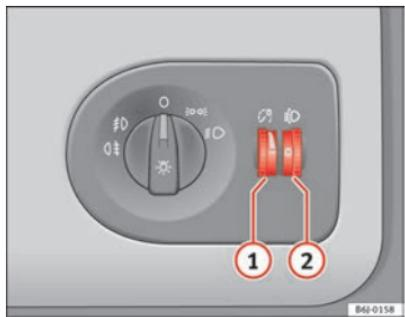

Fig. 54 Tablero de instrumentos: reguladores de la iluminación de instrumentos y mandos y del alcance de los faros
Con las luces encendidas se puede regular la intensidad de la luz de los instrumentos y mandos girando la ruedecilla moleteada **fig. 54 ①**.